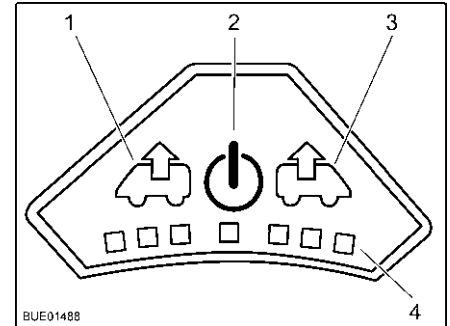

Fig. 93 Cuadro de mando del ventilador
Conectar: ■ Pulsar la tecla On/Off (Fig. 93,2). El ventilador funciona en el modo confort (extracción con la velocidad más baja del ventilador).
Extracción de aire: ■ Para aumentar la velocidad del ventilador: Pulsar la tecla de extracción (Fig. 93,1). La velocidad del ventilador aumenta un nivel en el sentido de extracción de aire. Los LEDs (Fig. 93,4) muestran los niveles de ajuste.
■ Para disminuir la velocidad del ventilador: Pulsar la tecla de ventilación (Fig. 93,3). La velocidad del ventilador disminuye un nivel.
- Para aumentar la velocidad del ventilador: Pulsar la tecla de ventilación (Fig. 93,3). La velocidad del ventilador aumenta un nivel en el sentido de ventilación. Los LEDs (Fig. 93,4) muestran los niveles de ajuste.
- Para disminuir la velocidad del ventilador: Pulsar la tecla de extracción (Fig. 93,1). La velocidad del ventilador disminuye un nivel.
- Pulsar la tecla On/Off (Fig. 93,2). El ventilador se detiene, los LEDs se apagan.